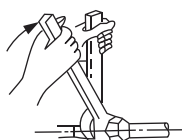

Afb. 5-2
- Als de binnenunit is gekoppeld aan de buitenunit (4/6 kW), moet de transfer 9,52-6,35 (zie de tabel op pagina 8) worden gemonteerd op de koelmiddelaansluiting van de binnenunit (zie Afb. 5-2). De transfer wordt niet gebruikt in andere typen buitenunits (8/10/12/14/16 kW).